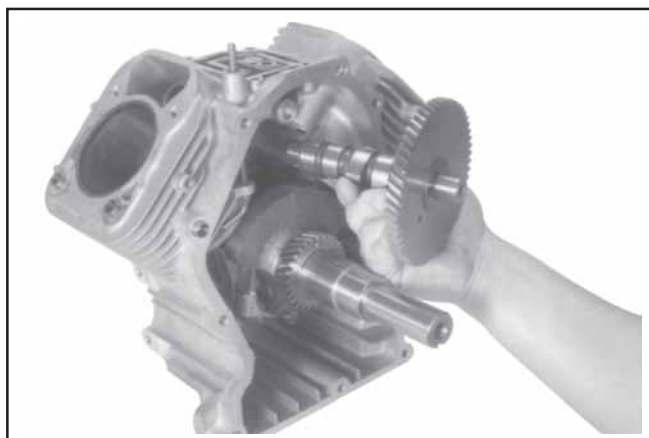

Figure 9-50. Dépose de l'arbre à cames.
1. Retirer l'arbre à cames et la cale. Voir la Figure 9-50.